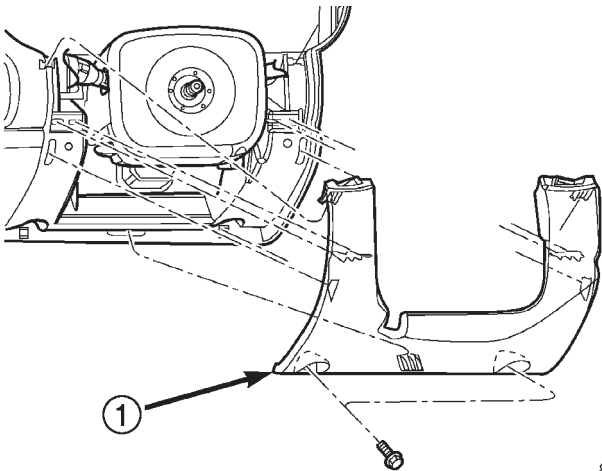

Fig. 4 Tapa inferior de la columna de dirección
- (1) Desconecte y aisle el cable negativo de la batería.
- (2) Retire el marco inferior del tablero de instrumentos (Fig. 4).
- (3) Desconecte los conectores del conmutador de tope superior y de luz de freno.
- (4) Desconecte y extraiga el vástago del cilindro maestro de embrague del pasador del pedal. **Revise el retén de plástico después del desmontaje. Si el retén está averiado, DEBE reemplazarse.**
(7) Conecte los conectores de embrague de los conmutadores de interbloqueo y limitador superior, y de luz de stop.
(8) Instale el marco inferior izquierdo del tablero de instrumentos (Fig. 4).